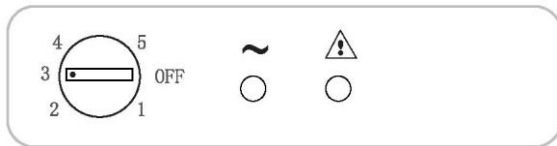

Fig. 1
- Temperaturjusteringen av båda skåpen sker genom att vrida termostatvredet (fig. 1).